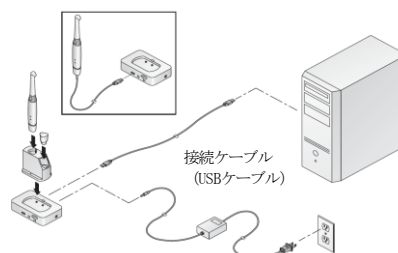

図 3
- (1) PC 用 USB ケーブルを用いてドッキングステーションとコンピュータを接続し電源を入れる (図 3)。